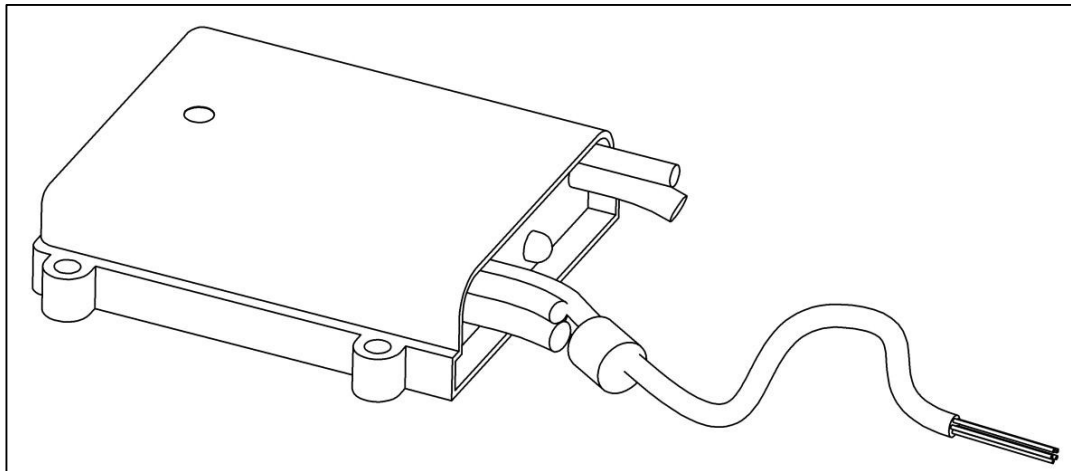

Fig. 24
- Descubra el extremo de la sección del cable de la unidad de control con cintillo rojo para conectar el control de mano (ver Fig. 24).